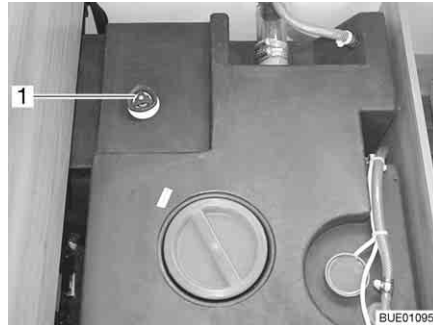

Bild 238 Vattentank med ratt
- Vrid ratten (Bild 238,1) på vattentanken medurs till stoppläget.
- Vrid ratten (Bild 238,1) på vattentanken moturs till motståndet. Vattnet rinner ut tills 60 liter är kvar.